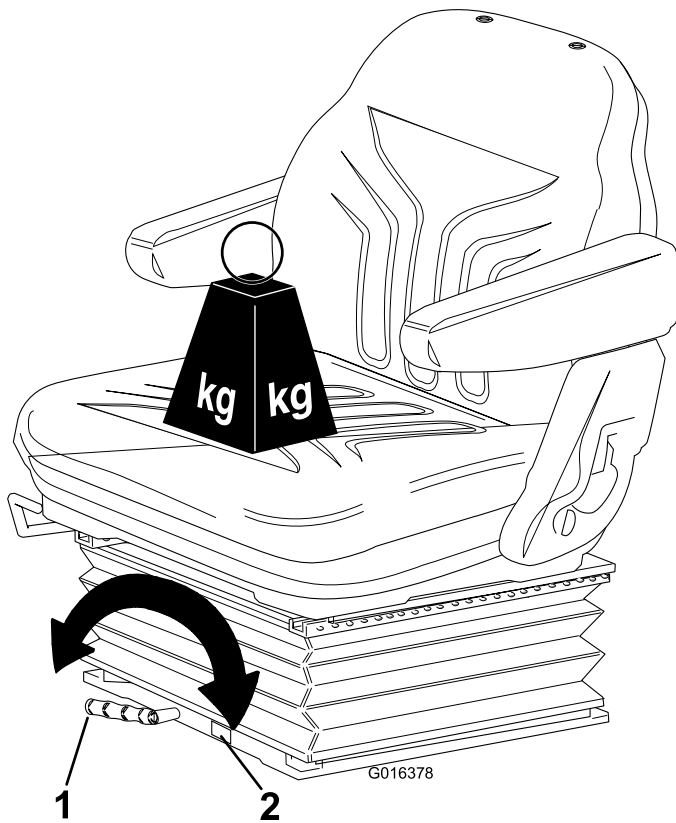

Figure 12
- **Réglage selon le poids de l'utilisateur :** Tournez la poignée dans le sens horaire pour augmenter la rigidité de la suspension et dans le sens antihoraire pour la réduire. Le cadran indique que le réglage optimal de la suspension a été effectué en tenant compte du poids de l'utilisateur (kg) ; voir Figure 12.